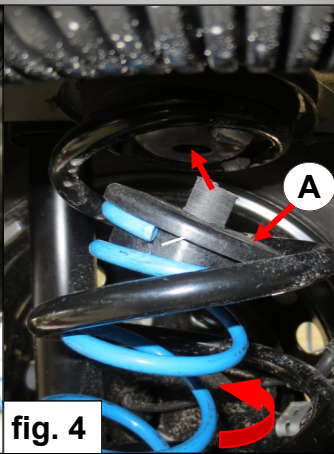

fig. 4
4. Placez la coupelle A sur le ressort auxiliaire C et le centrer sur le ressort en caoutchouc haut. Voir Fig. 4.
4. Istället fjädersäte A på den övre sidan av den ytterligare fjädern C och centrera den i den övre gummi fjädern. Se fig. 4.